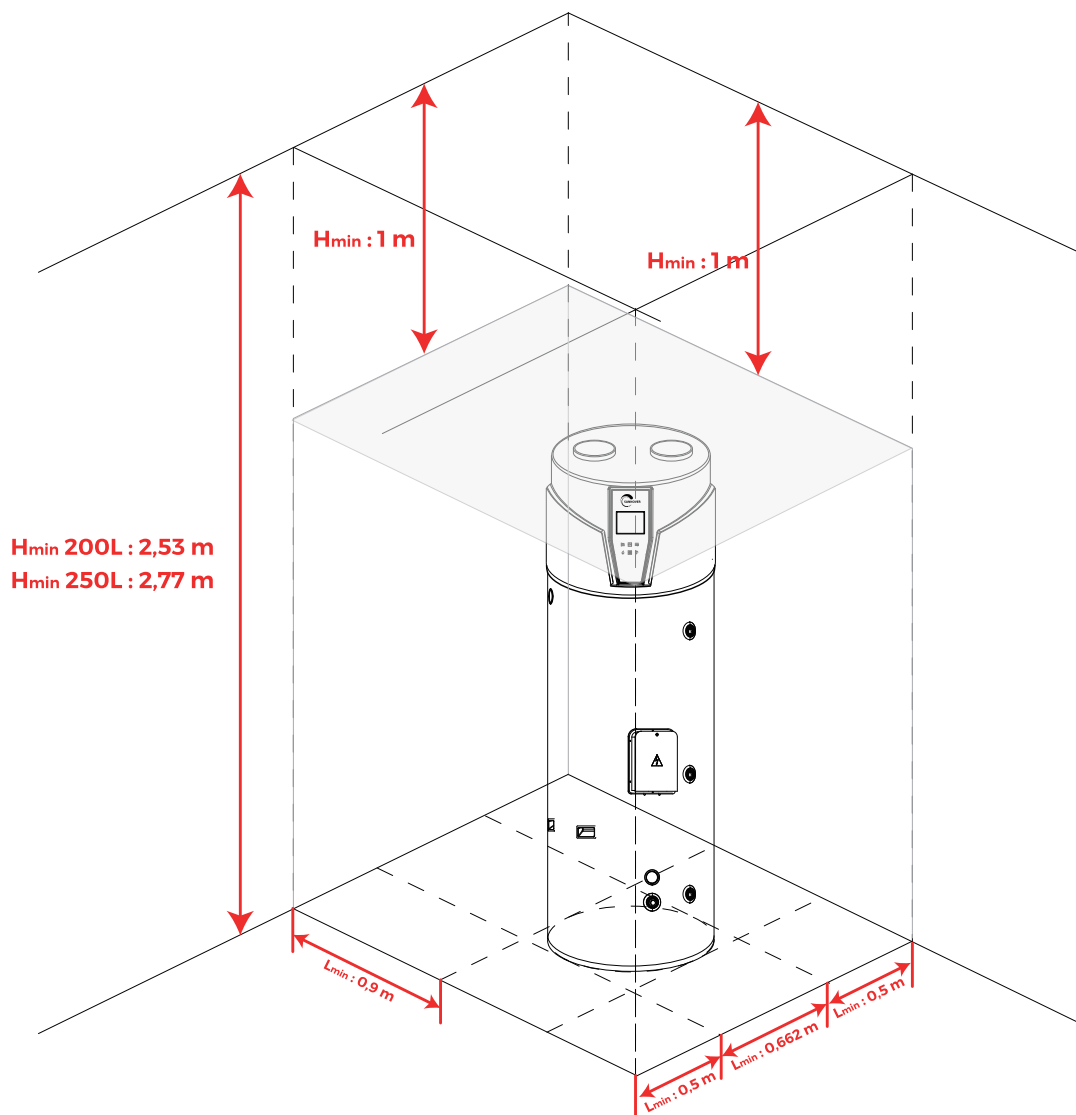

Fig. 4 Espaço recomendado para instalação e manutenção
- Deixar espaço para a instalação e a manutenção, conforme ilustrado na Fig. 4.